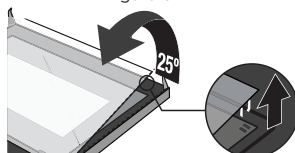

Figura 4
4. Shkëputeni xhamin me kujdes duke e ngritur afërsisht 25°. (Figura 4)